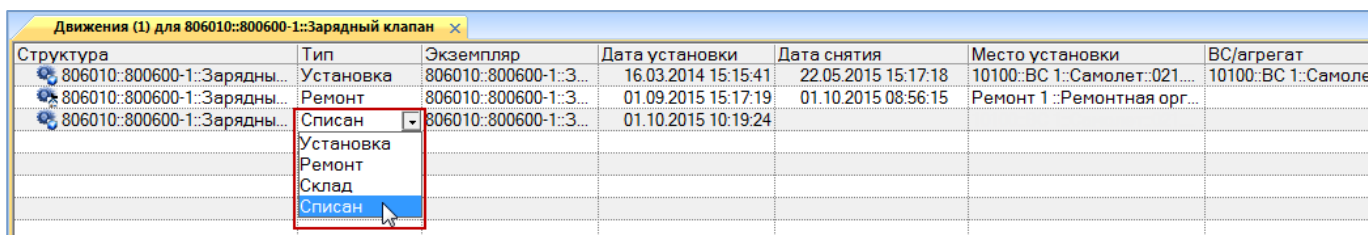

Рис. 13-169 – Создание движения экземпляра ПКИ в результате его списания
5) В окне связанных объектов «Движения ПКИ в эксплуатации» будет создано движение. Поле «Тип» откроется на редактирование – выбрать из раскрывшегося списка значение «Списан» (рис. 13-169). Созданное движение будет сохранено в базе данных.